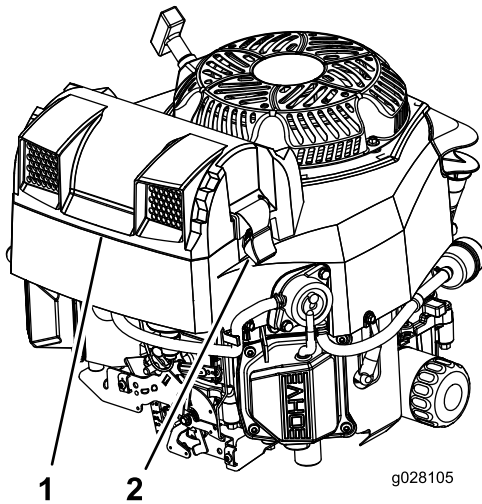

Figure 58
2. Déposez le couvercle pour accéder aux éléments filtrants (Figure 58).
3. Reposez le couvercle et fixez-le avec les verrous (Figure 58).